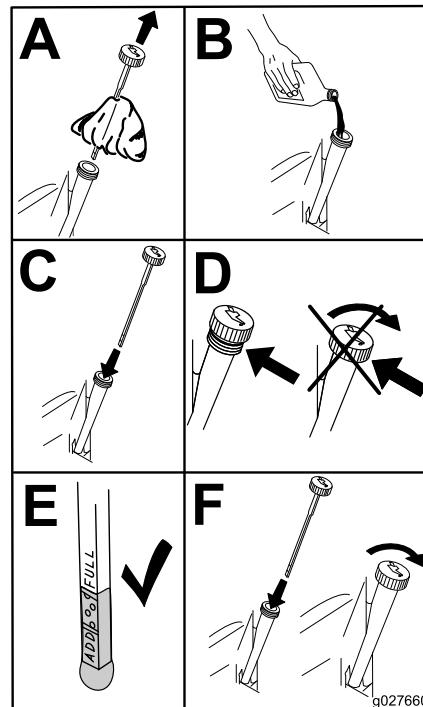

Figure 53
- Versez lentement environ 80 % de l'huile spécifiée dans le tube de remplissage, puis faites l'appoint lentement jusqu'à ce que le niveau atteigne le repère maximum (**Full**) (Figure 53).